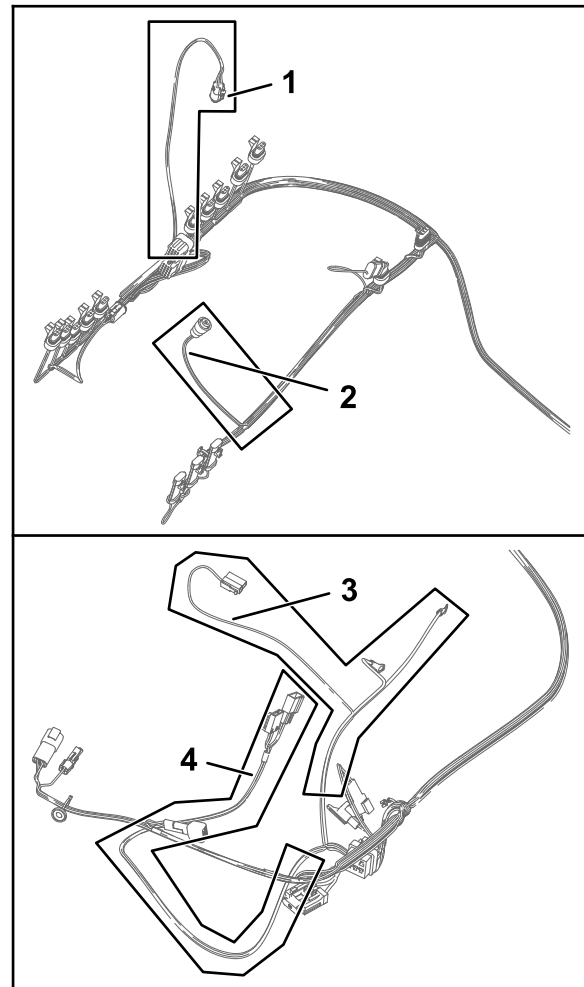
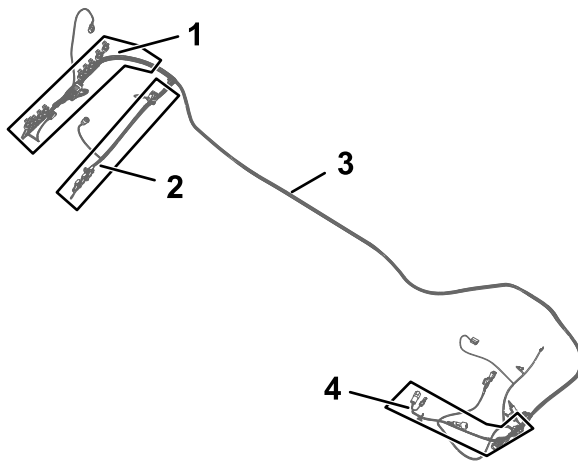

Figura 75
Figura 74
1. Localice el rama de 84 cm del arnés de cables, la rama de 60 cm del arnés de cables y la rama de 66 cm del arnés de cables del arnés de cables del kit (Figura 74 y Figura 75).